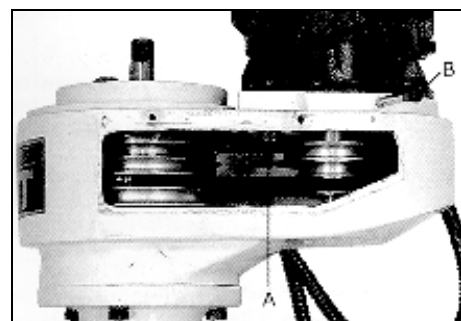

Рис. 8
Ослабьте шестигранную гайку (А, Рис. 8).
- **ходовой винт для перемещения стола по вертикали (С, Рис. 8).**
\*Нет тока – проверить предохранитель и автоматический выключатель (Q, Рис. 8).